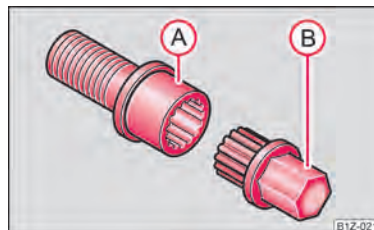

Fig. 169 Imagine: Șurub de siguranță cu adaptor
- Introduceți adaptorul (B) cu partea zimțată până la limită pe interiorul zimțat al șurubului de siguranță (A), astfel încât să se mai vadă numai partea hexagonală ⇒ fig. 169.
- Împingeți cheia de roată până la capăt, pe adaptor (B).